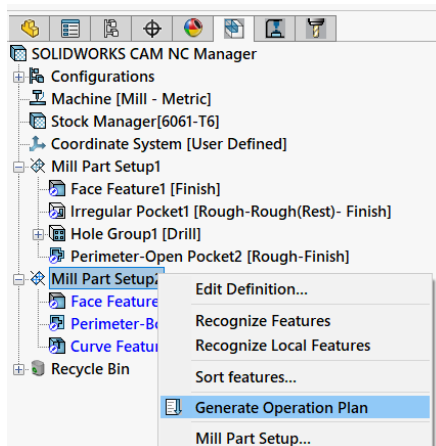

Рис. 1.31. Генерування плану обробки для фрезерного установа 2
13. Згенерувати план обробки для фрезерного установа 2 (рис. 1.31).